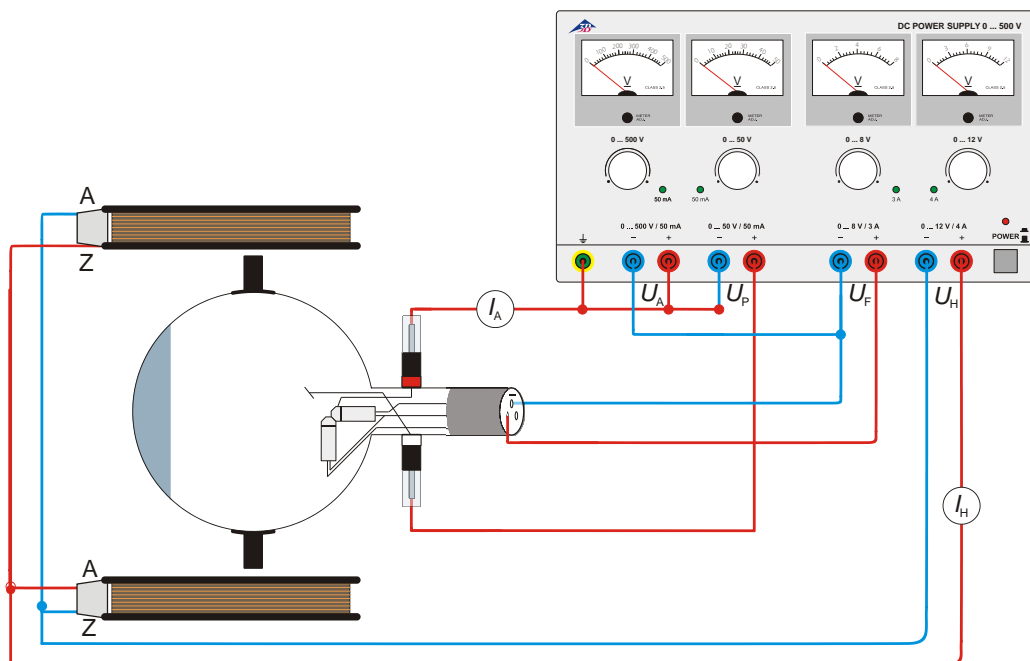

Fig. 4 Determinação de e/m por meio do canhão de elétrons axial
- Efetuar as conexões conforme a fig. 4.